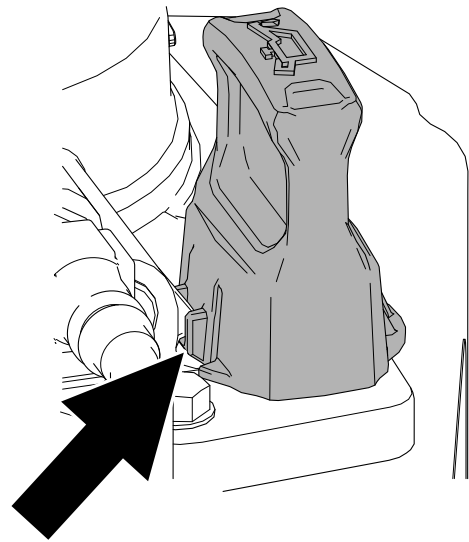

Figure 45
5. Remettez la jauge en place et vérifiez qu'elle se verrouille en position (Figure 45).
10. Remettez la jauge en place et vérifiez qu'elle se verrouille en position (Figure 45).